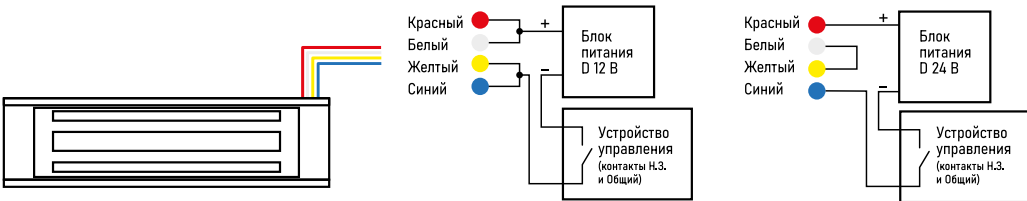

Рис. 9 Схема подключения электромагнитного замка к блоку питания
- 11. Подключите замок в соответствии со схемами представленными ниже (Рис. 9 и 10).